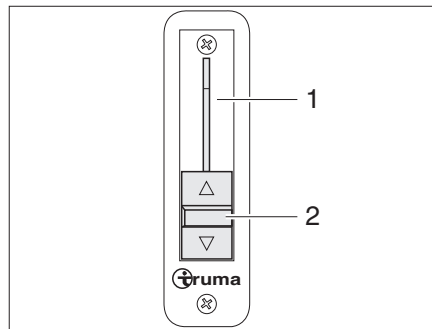

Bild 21 Kanalspär
Skjutreglaget (Bild 21,2) till kanalspärren (Bild 21,1) sitter längst till vänster på instrumentbrädan.
- Skjut ner spaken (Bild 21,2) helt. Kanalspärren är stängd.